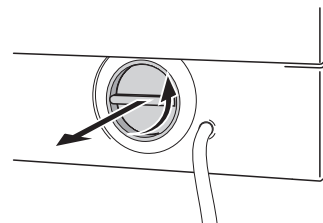

图3
5. 当水排空之后，拧出螺丝并将其拿开。请随时在附近放一块抹布以防止拿开排水泵时漏水 (见右图3所示)；